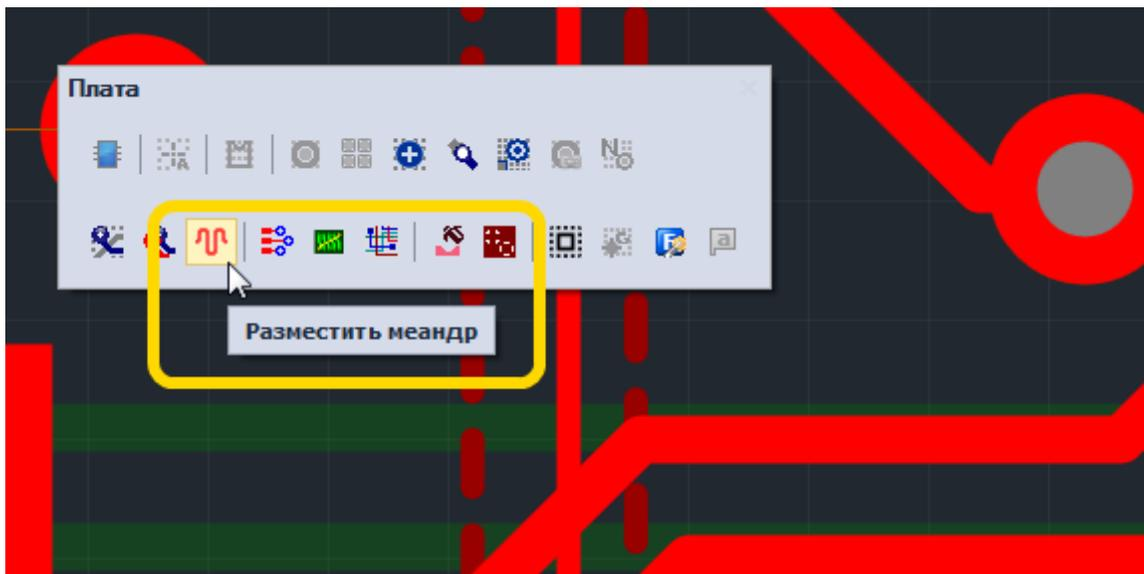

Рис. 75. Инструмент «Разместить меандр»
2. Активировать инструмент «Разместить меандр», который обозначается значком на панели инструментов «Плата», см. Рис. 75.